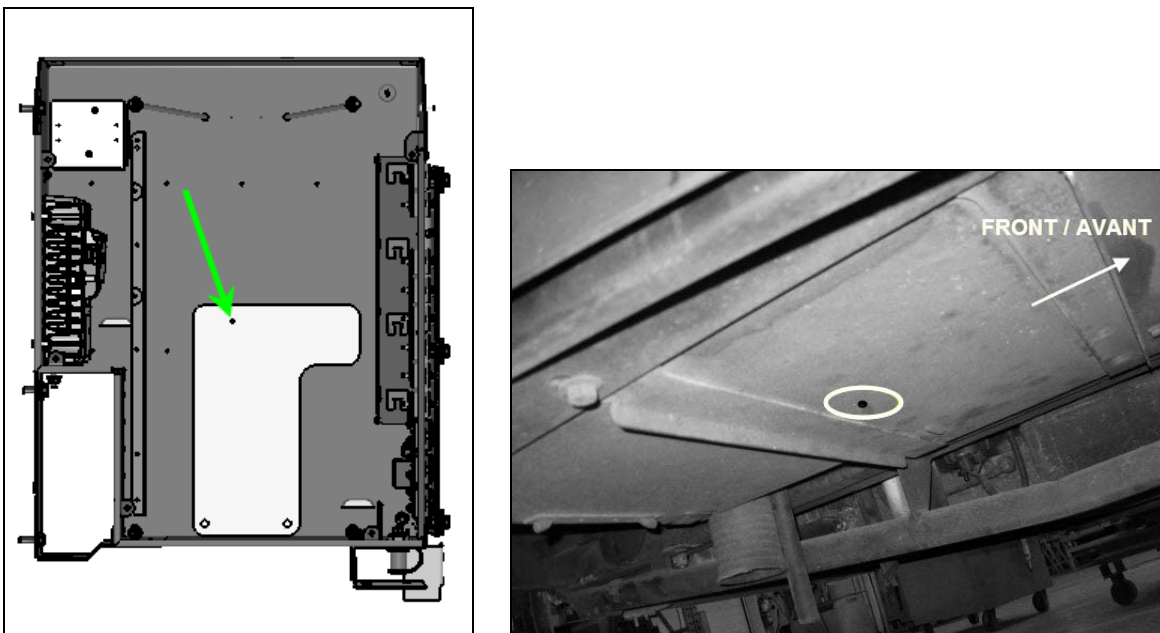

Fig.5 Position du perçage vue du dessus (Gauche) et du dessous du véhicule (Droit)
- À l'aide du gabarit, percer le fond de la boîte en utilisant un foret de 3/8po ou 10mm (Fig.5).